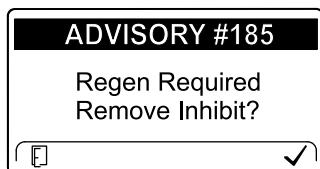

Bild 42
**Hinweis:** Wenn Sie im InfoCenter das Verhindern der Zurücksetzen-Regenerierung eingestellt haben, wird ADVISORY#185 (Bild 42) alle 15 Minuten im